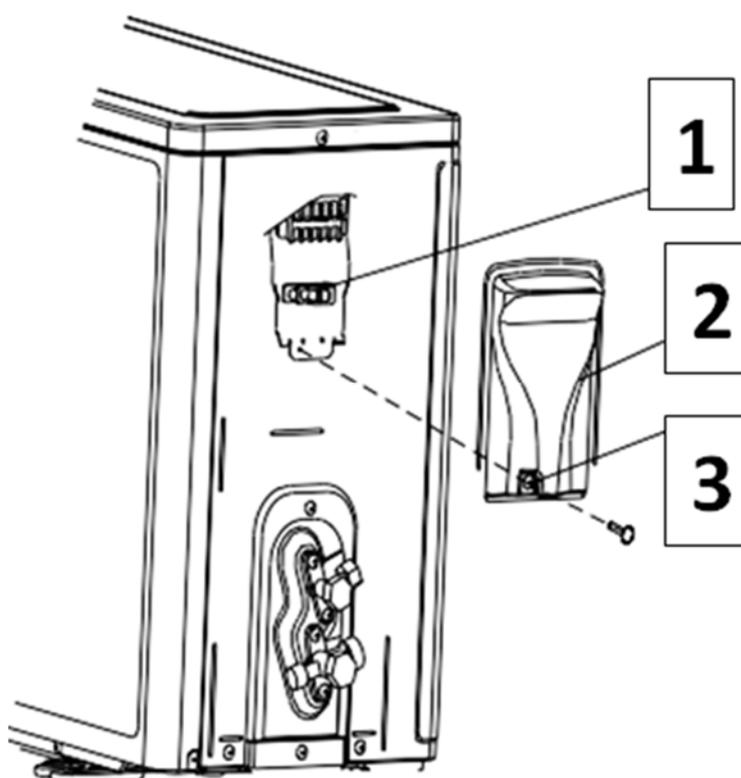

Imagen 9
2. Afloje la placa de presión superior del sujetador de alambre. (Consulte la Imagen 9)